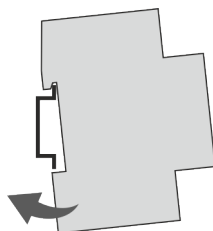

Fig. 4: Montaje en carril DIN
1. Coloque el módulo de canales adicionales desde arriba en el carril DIN (Fig. 4) y apriete hacia atrás hasta que quede encajado.